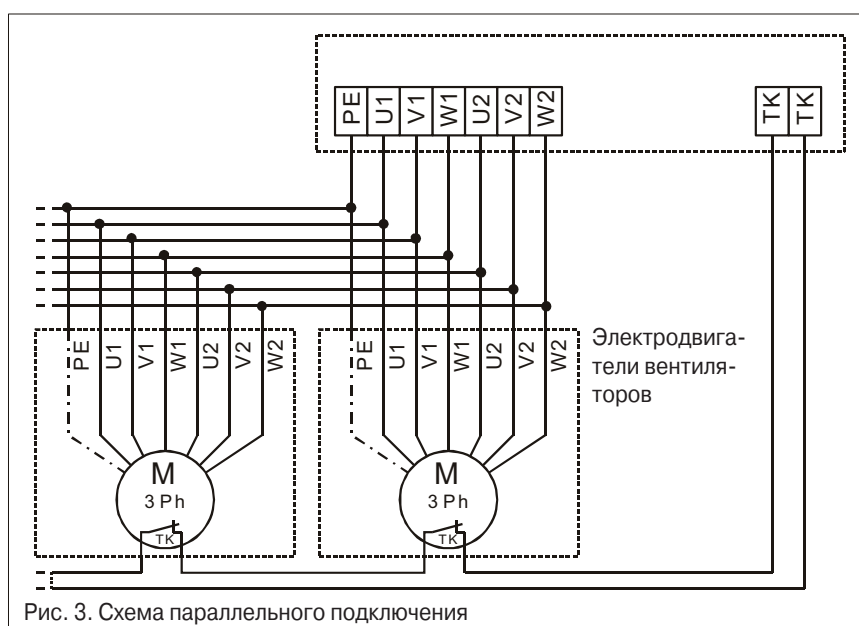

Рис. 3. Схема параллельного подключения
- Подключите параллельно обмотки электродвигателей к переключателю скоростей (см. схему подключений на рис. 3).
- Тепловые реле должны быть подключены последовательно (см. схему подключений на рис. 3).